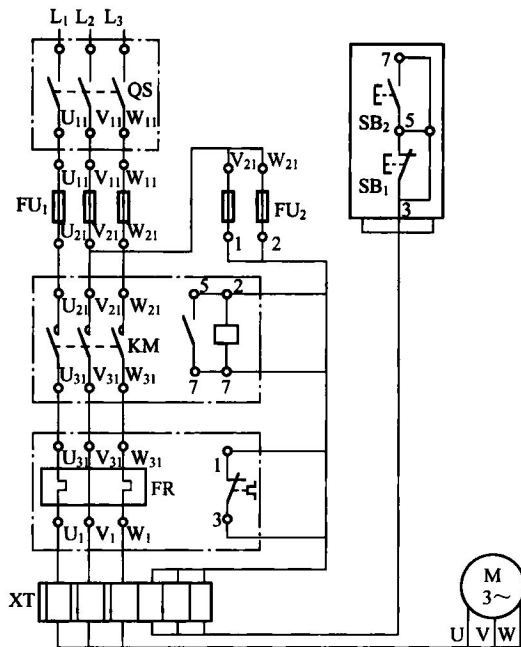

图 1-5 接触器直接启动电路的接线图
(1) 要点：电气接线图是与电气原理图配套使用的图样，用来表示设备元件外部接线及设备元件之间的接线。通过电气接线图可以知道系统控制的接线，以及控制电缆、控制线的走向与布置等。
(2) 图例：图 1-5 为接触器直接启动电路的接线图。